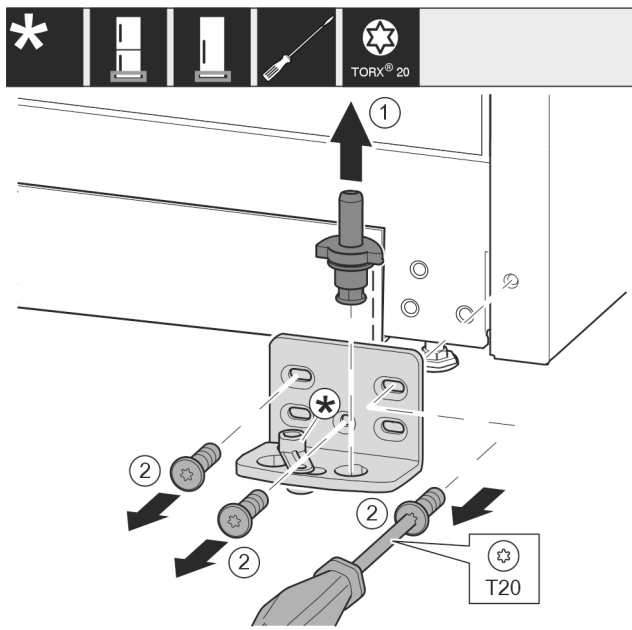

Fig. 12
- ▶ Wyjąć kompletny trzpień zawiasu Fig. 12 (1) w górę.
- ▶ Wykręcić śruby Fig. 12 (2) śrubokrętem i zdjąć płytkę zawiasu.